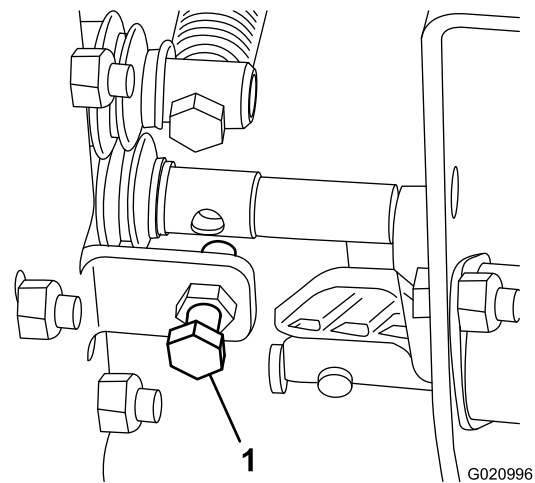

Figure 20
- Si la vitesse de levage de la machine est insuffisante ou excessive, ajustez le boulon indiqué à la Figure 20.